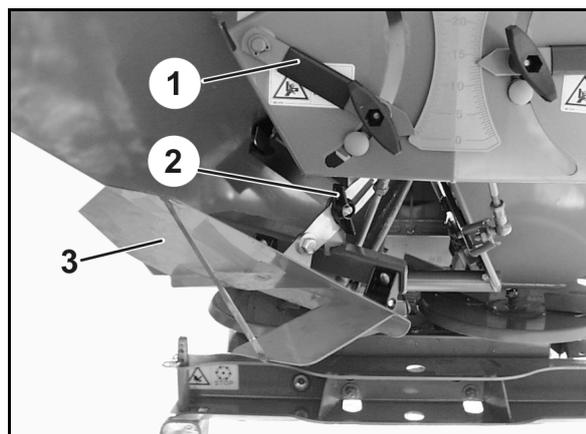
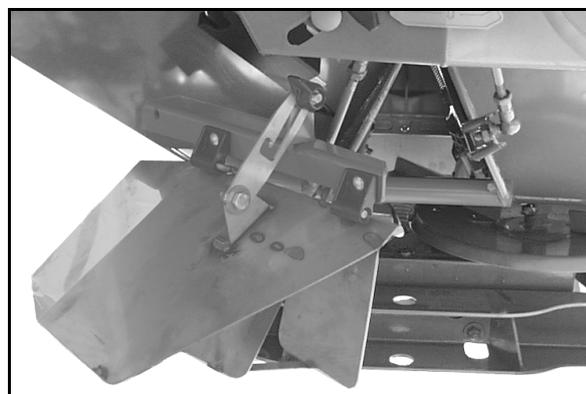

Fig. 84
Fig. 85
- Fermez le clapet gauche (Fig. 84/1).
2. Desserrez l'écrou à ailettes (Fig. 84/2).
3. Pivotez le déflecteur de bordure (Fig. 84/3) (Fig. 85) vers le bas pour l'activer.
4. Resserrez l'écrou à ailettes (Fig. 84/2).